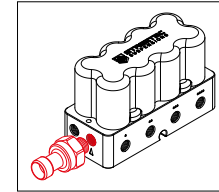

Abb. 16: Ventilblock
1. Montage direkt in den seitlichen Anschluss des Ventilblocks (Abb. 16)